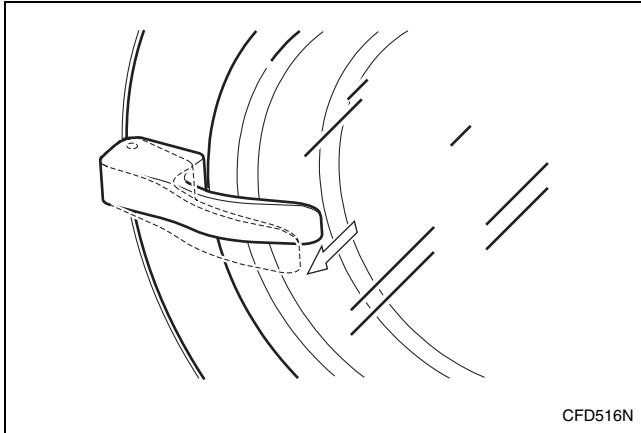

Figura 7
2. Jale de la manija de la puerta para abrirla. En algunos modelos, puede que sea necesario pulsar el botón de la manija. Consulte la *Figura 7*.